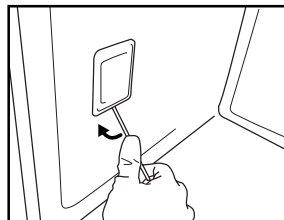

Fig. 7
3. À l'aide d'un tournevis à tête plate que vous utiliserez pour faire levier vers l'extérieur, dégagez le capot de l'ampoule (Fig. 7).